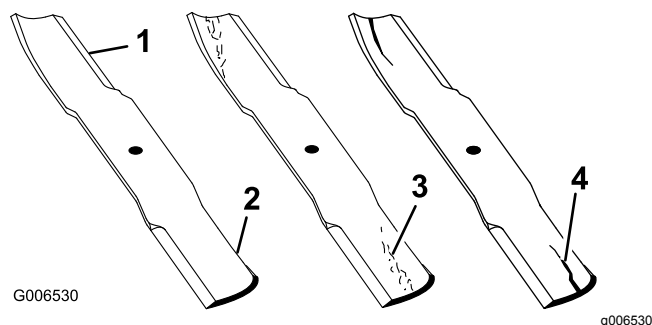

Figure 78
1. Examinez le tranchant des lames (Figure 78).
4. Remplacez immédiatement toute lame fendue, usée ou qui présente une entaille (Figure 78).